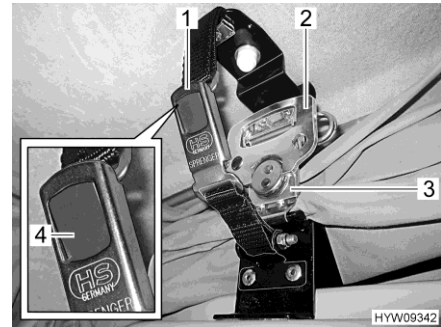

Bild 56 Lås (uppfällbart tak)
- Öppna säkerhetslåsen (Bild 56,1) på båda sidorna. Tryck därefter på den grå tryckknappen (Bild 56,4).
- Fäll ut vardera handtag (Bild 56,2) på snabbblåset (Bild 56,3) och dra ett halvt varv moturs. Låset är på så sätt upplåst.